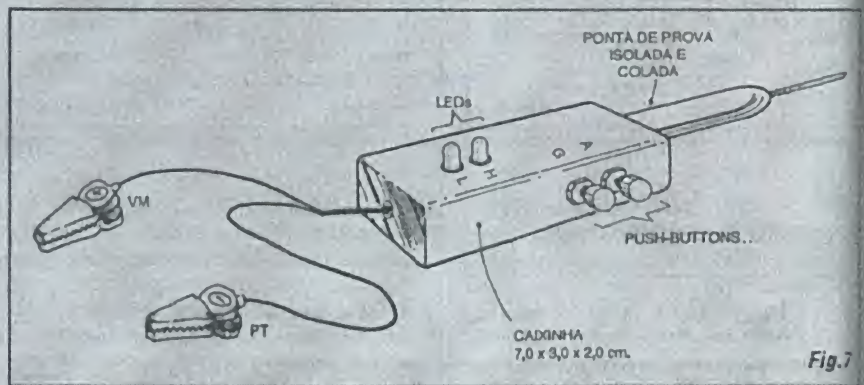

Fig. 7
**- FIG. 7 - O ACABAMENTO SUGERIDO PARA O DITE...** - Uma caixinha estreita e longa, proporcional às dimensões e formas da própria placa do Impresso, dará resultados ótimos, não só no "visual", como na ergonomia e manuseio prático do DITE, conforme sugere a figura... Convém manter os dois LEDs sobressaindo no painel superior do *container* (nas suas naturais posições relativas à placa...), colocando os dois *push-buttons* na região mais "avançada" da lateral direita (para os destros) ou esquerda (para os sinistros). A Ponta de Prova pode ser fixada com adesivo forte num furo centralmente posicionado na lateral estreita mais próxima aos *push-buttons*... Na extremidade oposta do *container*, faz-se também um furo centralizado, para passagem dos cabos de alimentação, que terminam nas garras "jacaré" polarizadas... Convém marcar os LEDs e interruptores de pressão, com letras ou códigos facilmente "entendíveis", dizendo sobre as suas funções ou significados... Por exemplo: nos *push-buttons*, as letras A e G indicam, claramente, as funções respectivas de Analisador e Gerador, enquanto que nos LEDs, as letras H e L significam High ("alto") e Low ("baixo")... Tudo assim claro e direto, facilita o uso e impede falsas interpretações ou erros nas aplicações...